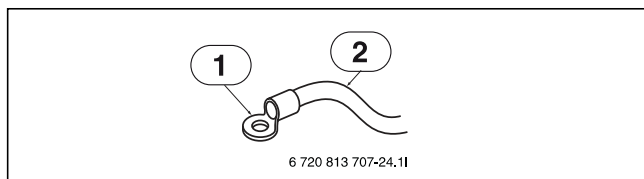

Bild 28
- ▶ Använd presskabelskor (→ Bild 28) för att ansluta kraftkortet till jord.